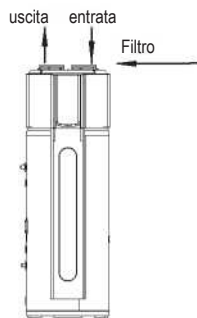

Fig. 3-8
5) Installazione del filtro all'entrata dell'unità. Nel caso di unità con condotto, il filtro deve essere posizionato all'entrata del condotto. (Fig. 3-8/3-9)